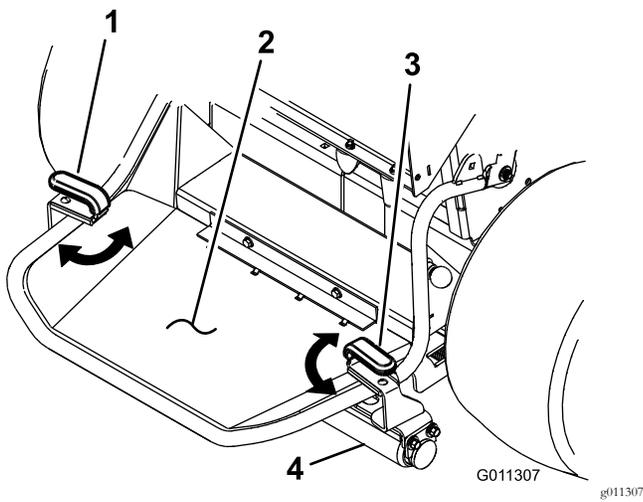

Figure 6
- Lorsque la plate-forme est abaissée, élevez le rouleau et tournez la poignée de levage sur la plate-forme (Figure 6).